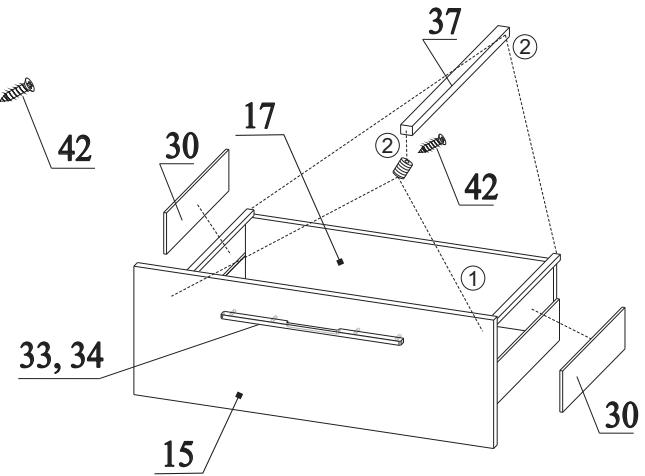

Рис.13
34. Вставить держатели надставки в деталь 15 (1). Вкрутить в них шуруп 42. Соединить надставку с держателем и деталью 17 (2). Установить комплект адаптеров 30. Более подробная инструкция находится в комплекте 30 и 37 (рис.13);